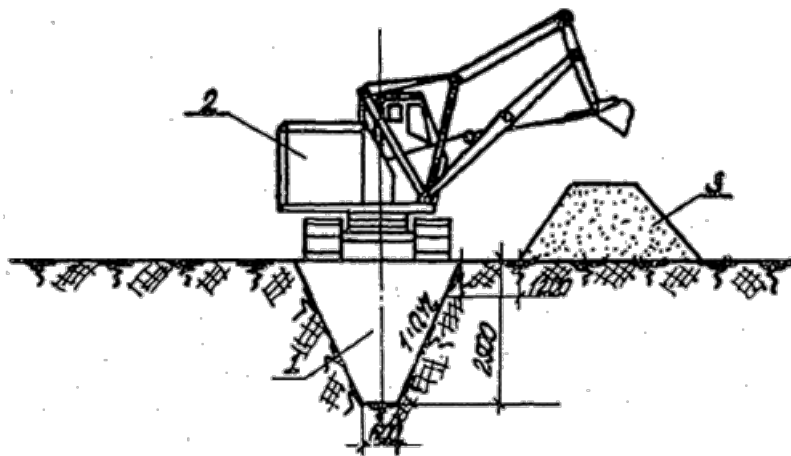

Рис.2. Разработка котлована экскаватором
3. Котлованы разрабатываются экскаватором на полную глубину (рис.2) с минимальными откосами, допускаемыми для данного грунта правилами техники безопасности.